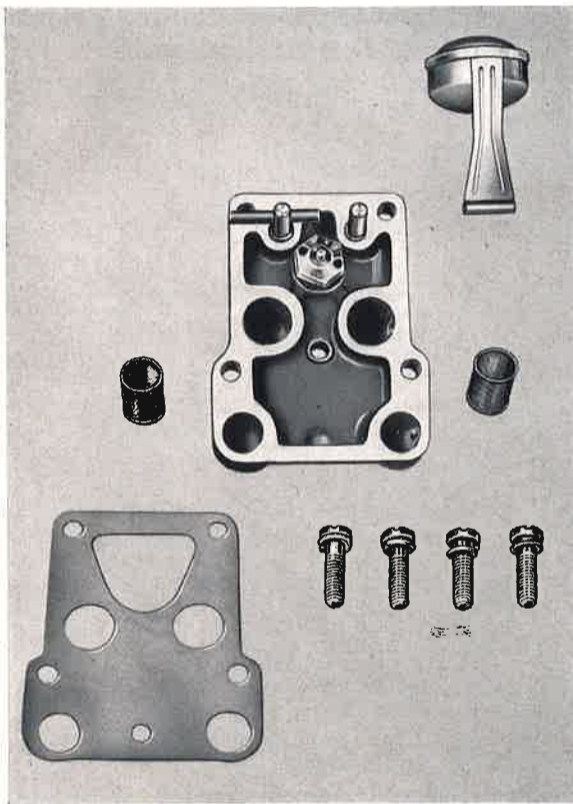

Fig. M 33/1
1. Al desarmar el carburador, debe ponerse especial atención a que la junta de la tapa del carburador pueda quitarse sólo después de forzado a salir el eje del flotador. Esta operación debe realizarse con sumo cuidado para no averiar la tapa y los apoyos del eje del flotador (Fig. M 33/1).